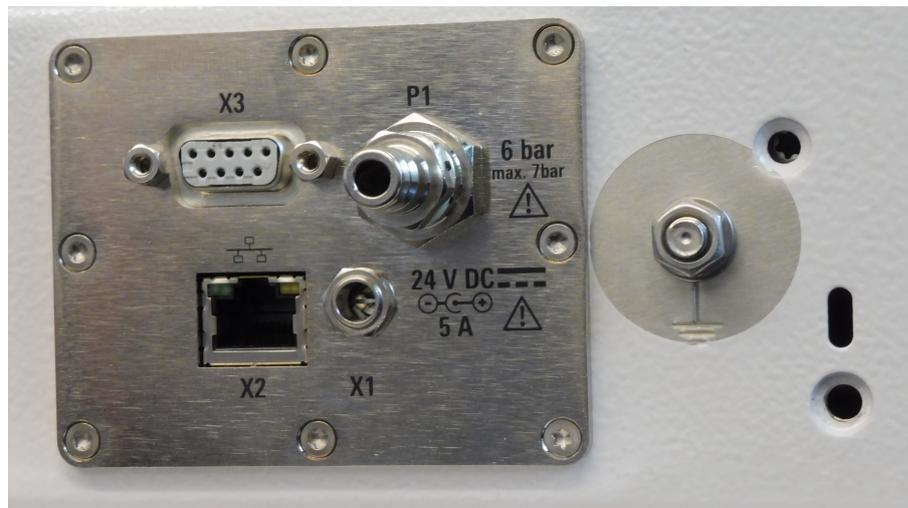

Figura 6-6: Panel de control y alimentación
El enchufe de acoplamiento rápido [P1] (véase figura 6-6) se suministra junto a un adaptador push-pull adicional para mangueras de 6 mm de diámetro.
1. Para el control remoto a través de un **puerto serial**, conecte un cable RS-232 desde su sistema de control al conector D-Sub 9 (véase **[X3]** en la figura 6-6). Para ver los ajustes de puerto, consulte el "Protocolo de comandos" en la página 54. Utilice un cable RS-232 directo, véase "Utilice un cable directo para la conexión RS-232 al ordenador de control" en la página 34. Por motivos de EMC, limite la longitud del cable RS-232 a un máximo de 30 m.
- Para el control remoto vía **Ethernet**, conecte un cable LAN desde su sistema de control al conector RJ45 (véase **[X2]** en la figura 6-6).